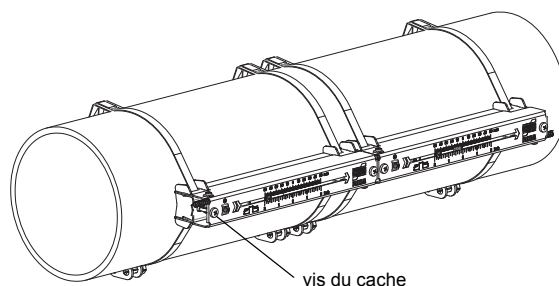

Fig. 9.29: Capteurs avec Variofix L sur la conduite
- Serrez les vis du cache (voir Fig. 9.29).